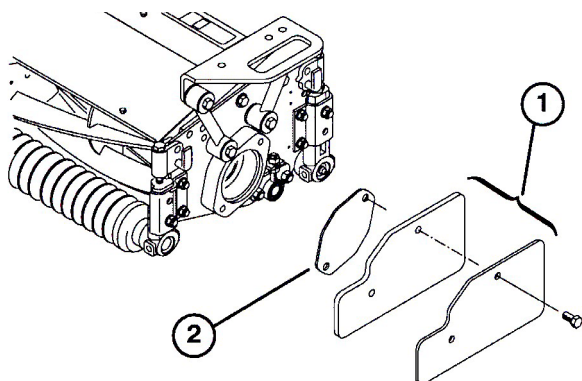
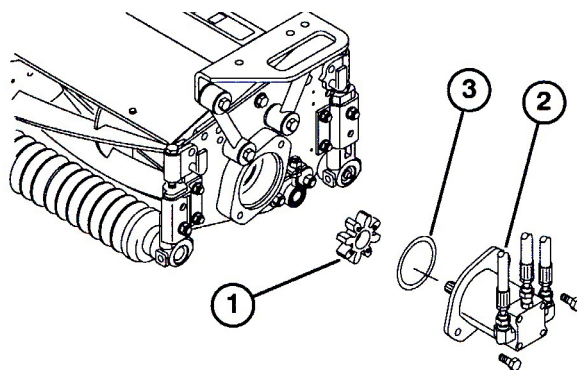

図 18
図 19
2. 右側カッティングユニットの内側端部からウェイトとガスケット (図18) を取る。ユニット外側のベアリング・ハウジングのプラグを抜いて、そこにウェイトとガスケットを取り付ける。ベアリング・ハウジングからスパイダ・カップリング (図19) を取り出す。